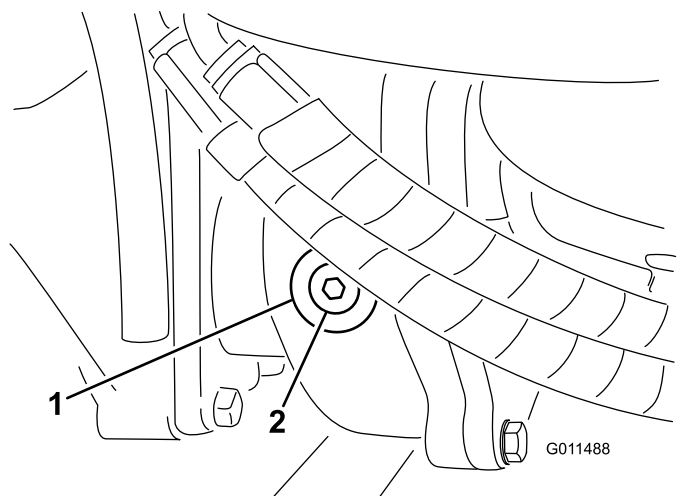

Рисунок 111
2. Снимите заливную/контрольную пробку с левой стороны редуктора (Рисунок 111) и убедитесь, что смазка доходит до низа отверстия. Если уровень масла низкий, долейте столько масла, чтобы довести его уровень до низа отверстия.